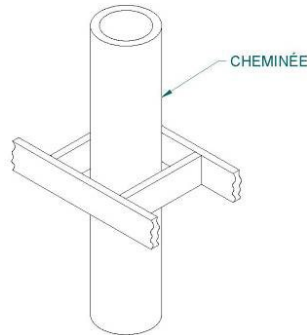

Figure 29
1. Coupez les trous dans les plafonds et planchers que traversera la cheminée et dans le toit (**voir Figure 29**). Utilisez une ligne à plomb pour aligner les centres des trous. Assurez-vous que la dimension des trous dans les planchers et les plafonds est conforme aux instructions du fabricant de la cheminée.